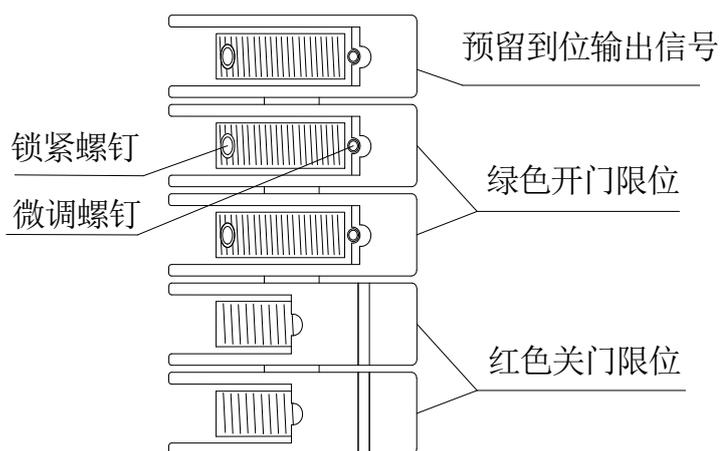

图 13
2. 红色凸轮是关门限位。电动关门，在关门过程中观察限位部件上的红色凸轮旋转方向（红色凸轮与绿色凸轮旋转方向相反），按遥控器上的“3”号按钮（或控制箱上的“停”按钮）将门停在所需的位置后，手动将红色凸轮继续沿此方向压住限位开关（为保证安全可靠，两个红色凸轮应同时压住），直到发出声响，然后用内六角扳手拧紧铜螺母中部的锁紧螺钉。如图 13。